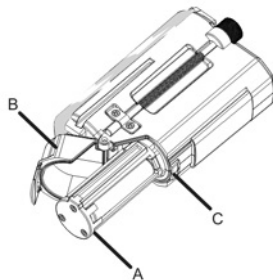

Рис. 2
2. Откройте крышку батарейного отсека **B** и установите в консоль **A** источники питания соблюдая полярность (см. рис. 2).